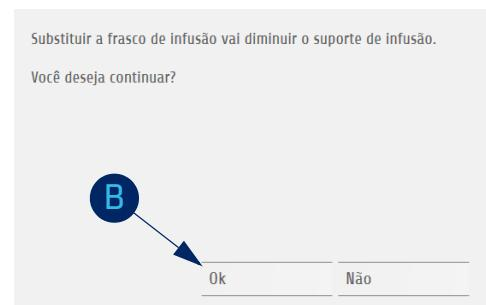

Fig. 66: Substituir frasco (2)
Se a infusão estiver em modo de gravidade, o suporte de infusão é abaixado quando a troca do frasco é iniciada (é exibido um pop-up; ver fig. 66). No modo de VGPC (e AIC), o suporte de infusão está em uma posição mais baixa.
2. Pressione **SUBSTITUIR FRASCO [A]** (disponível somente se for permitido). É exibido um pop-up (fig. 66).